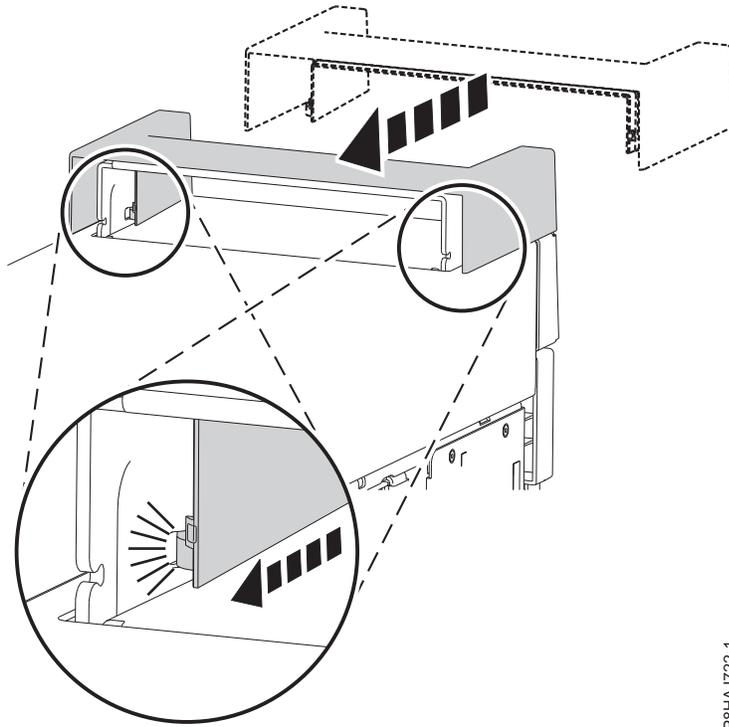

Abbildung 36. Befestigen der Griffabdeckung bei einem Standalone-System vom Typ 8286-41A
1. Befestigen Sie die Griffabdeckung an der internen RDX-Andockstation (FC EUA3), indem Sie sie in Richtung der Rückseite des Systems schieben. Siehe Abb. 36.